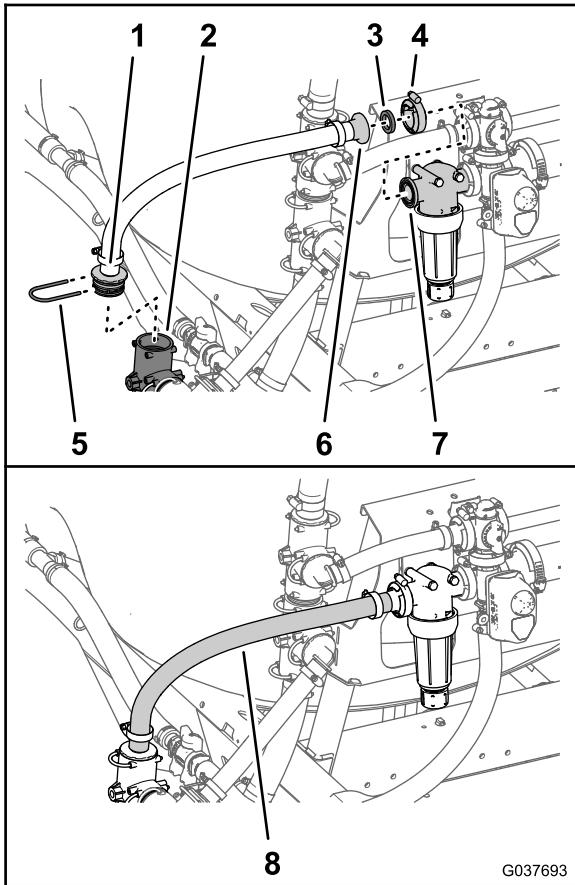

Bild 60
1. Befestigen Sie das gerade, gezahnte Anschlussstück des Verteilerzulaufschlauchs mit dem Halter, den Sie in Schritt 5 in Entfernen des Rührwerk-Sicherheitsventils und der Sprühfahrzeug-Zulaufschläuche \(Seite 18\) entfernt haben, am T-Anschlussstück der Sprühpumpe \(Bild 60\).
2. Befestigen Sie das gezahnte Flanschanschlussstück des Verteilerzulaufschlauchs und die Dichtung (25 mm x 35 mm) mit einer Flanschklemme (40 mm bis 64 mm) am Flansch des Filterkopfes (Bild 60).